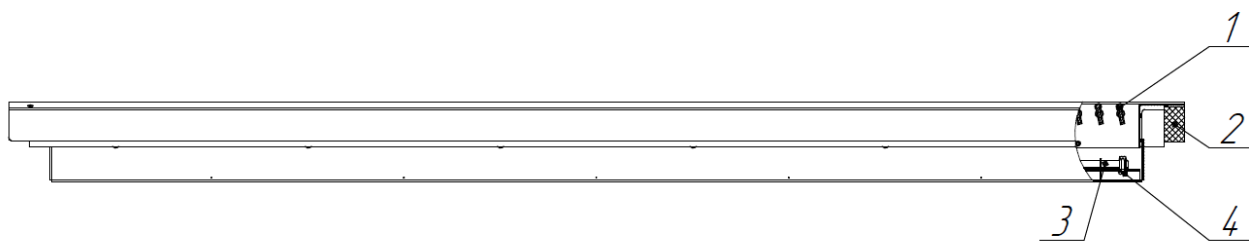
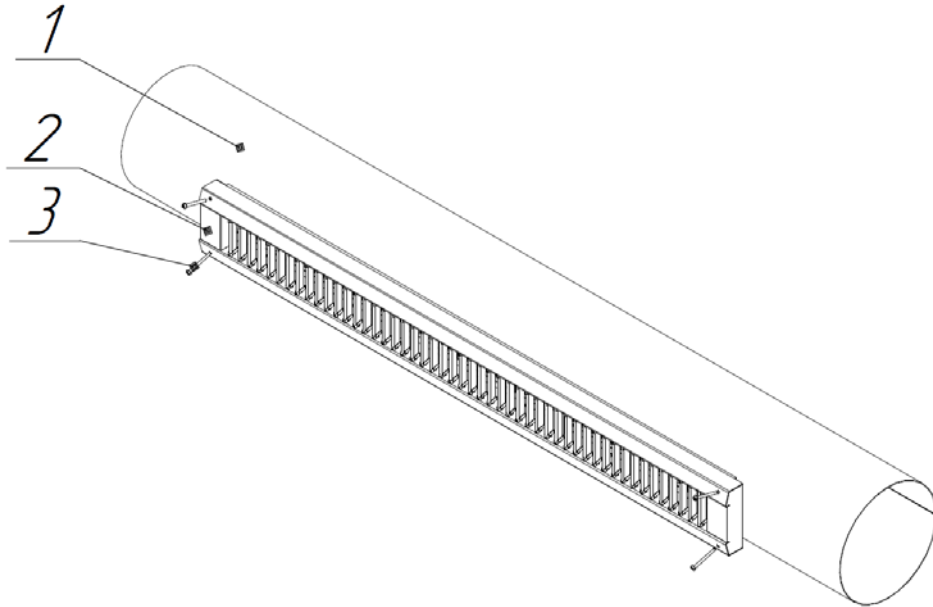

Рисунок 1 – Решетка ADG-1 с прямым шиберным регулятором
Рисунок 2 – монтаж решетки
Решетки ADG имеют прямоугольную форму конструкции и снабжены вертикальными регулируемые ламелями (Рисунок 1). Решетки предназначены для установки в воздуховод с помощью саморезов (Рисунок 2).
- 2) Зафиксируйте шибер (Рисунок 1, п.3) решетки в нужном положении с помощью винтов М4 (Рисунок 1, п.4) для обеспечения требуемой интенсивности захвата воздуха.
- 3) Установите решетку (Рисунок 2, п.2) в круглый воздуховод (Рисунок 2, п.1) и зафиксируйте её положение саморезами (Рисунок 2, п.3).
- 4) Отрегулируйте положение поворотных ламелей (Рисунок 1, п. 1) таким образом, чтобы обеспечить наилучший захват воздушных потоков.